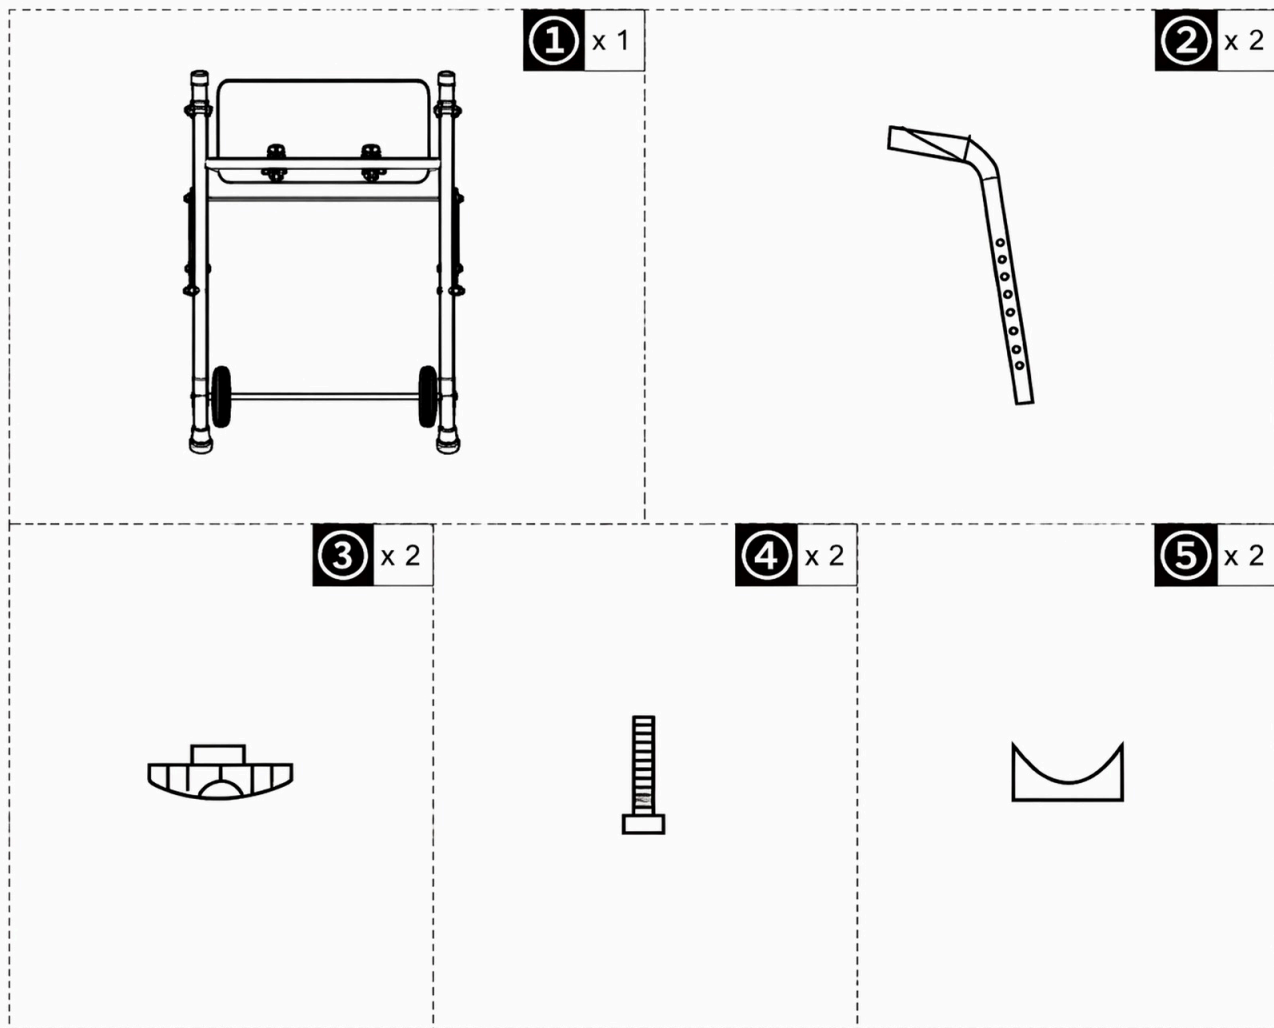

Abbildung 1
I. Vorbereitung vor der Montage: Nachdem Sie den Verpackungskarton geöffnet haben, verwenden Sie eine Schere, um Kunststoffkabelbinder und Luftpolsterfolie zu durchtrennen. Achten Sie darauf, alle Teile im Karton zu schützen. Wenn Sie auf dem Boden montieren, legen Sie Karton oder einen Teppich auf den Untergrund, um Kratzer zu vermeiden. Sortieren und ordnen Sie alle Teile und Komponenten ordnungsgemäß. Entfernen Sie den Innenkarton und nehmen Sie die Teile heraus und legen Sie sie ordentlich hin. Die losen Teile im Verpackungskarton sind in Abbildung 1 dargestellt:
II. Montageanleitung (Bitte beachten Sie die Teilennamen und -nummern in Abbildung 1):